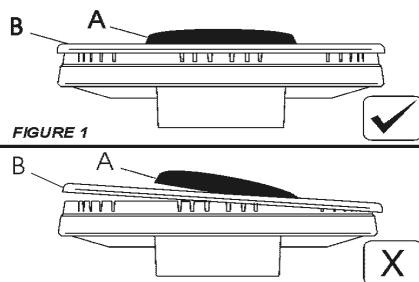
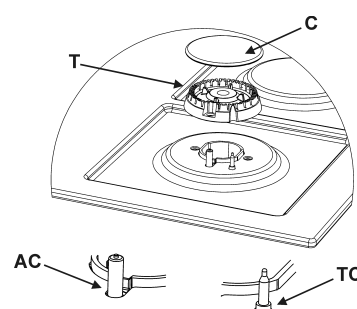

РИС. 7
РИС. 8
Если Вы хотите, чтобы поверхность плиты всегда блестела, а все остальные детали всегда были в хорошем состоянии периодически промывать горячей плиты, решетки, эмалированные крышки "А - В - С", и горелка возглавляет "Т" (см. рис. 7 - 8) Также должны быть вымыты и зажигание элементов "АС" и безопасности отключения датчиков «ТС» (см. рис. 8) должны быть очищены. Не мойте их в посудомоечной машине.
- Проверьте, чтобы крышки конфорок «А - В - С» (рис. 7 - 8) были правильно установлены на своих местах. Правильно установленная крышка фиксируется на своем месте и не сдвигается.